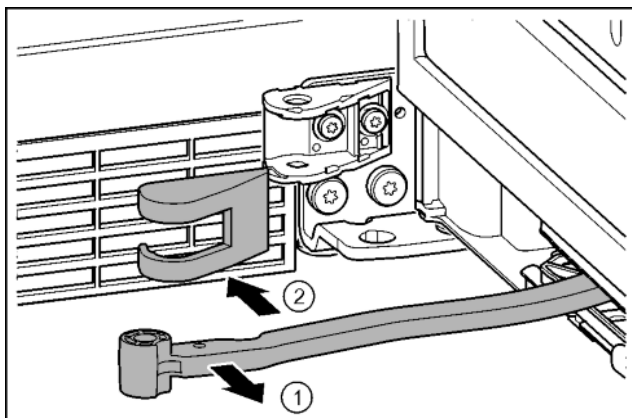

Fig. 18
- Otočte kloub směrem ke dveřím. Fig. 18 (1)
- Sejměte kryt stojanu ložiska. Fig. 18 (2)